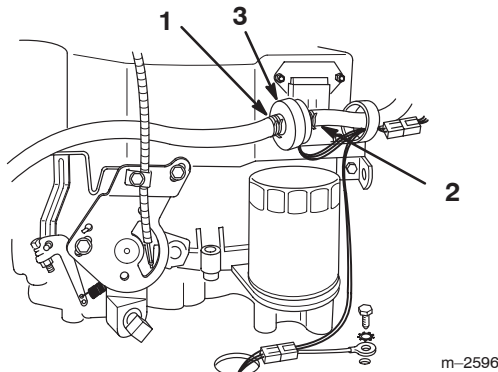

Bild 30
3. Drücken Sie die Enden der Schlauchklemmen zusammen und schieben Sie sie vom Filter weg (Bild 30).